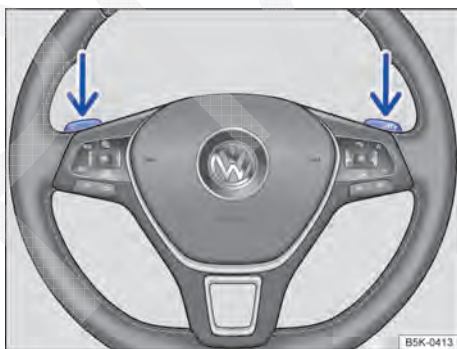

Fig. 141 Volante com seletores basculantes do Tiptronic.
- Puxar o seletor basculante direito → Fig. 141 na direção do volante para aumentar a marcha.